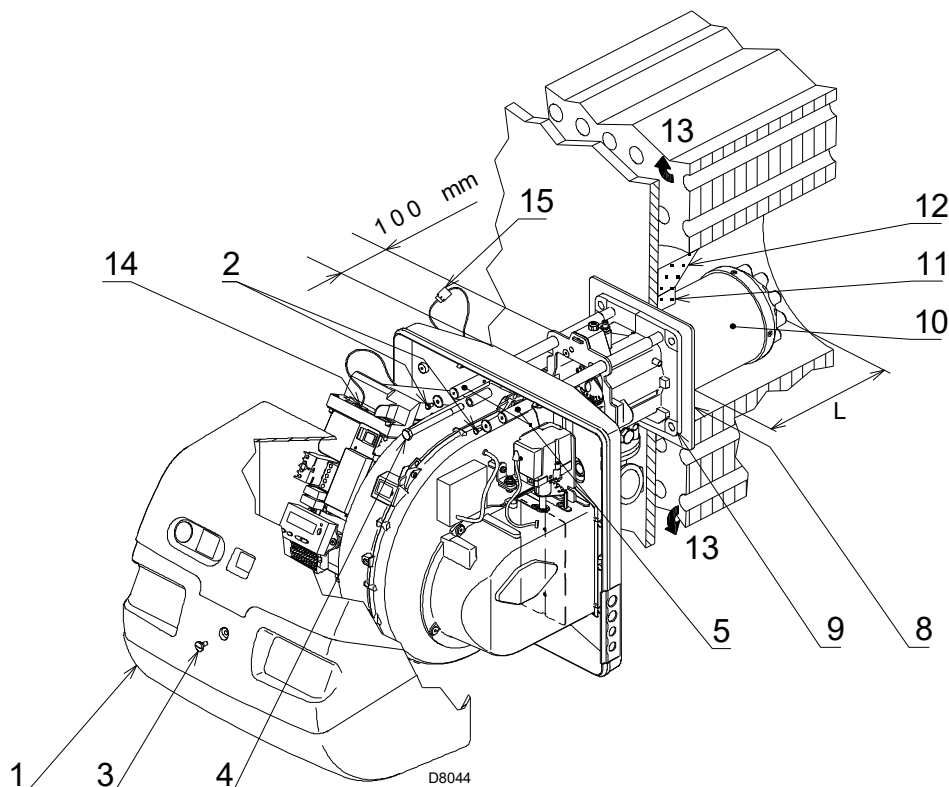

Fig. 17
Pour les chaudières avec circulation de fumées sur l'avant 13)(Fig. 17), réaliser une protection en matériau réfractaire 11), entre réfractaire chaudière 12) et buse 10).
Séparer ensuite la tête de combustion du reste du brûleur, comme dans la Fig. 17; procéder comme suit:
- remonter le brûleur sur les glissières 3) à 100 mm environ du manchon 4) - brûleur dans la position illustrée dans la Fig. 17;
- brancher la fiche du servomoteur 14)(Fig. 17 à la page 23) et visser le passe-câble 15);